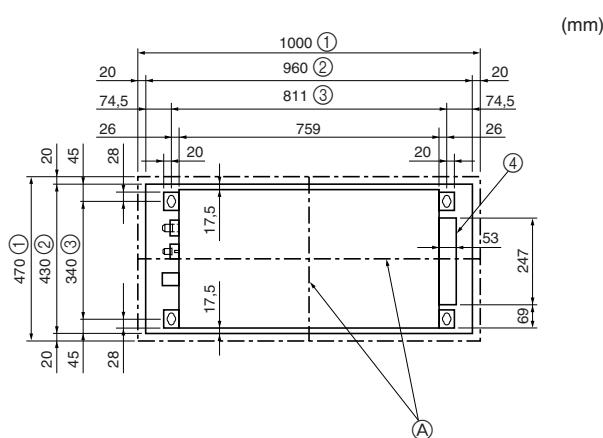
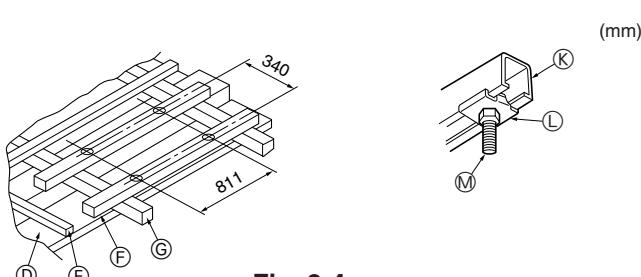

Fig. 2-3
Fig. 2-4
2.3. Posizione delle aperture a soffitto e dei bulloni di sospensione (Fig. 2-3)
- ① Lato esterno della griglia
- ② Apertura della griglia
- ③ Passo del bullone
- ④ Scatola elettrica
① Per strutture di legno (Fig. 2-4)